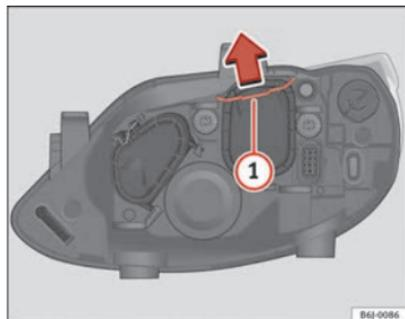

Abb. 165 Abblendlicht
- Verschieben Sie die Strebe ⇒ Abb. 165 ① in Pfeilrichtung und nehmen Sie den Deckel ab.